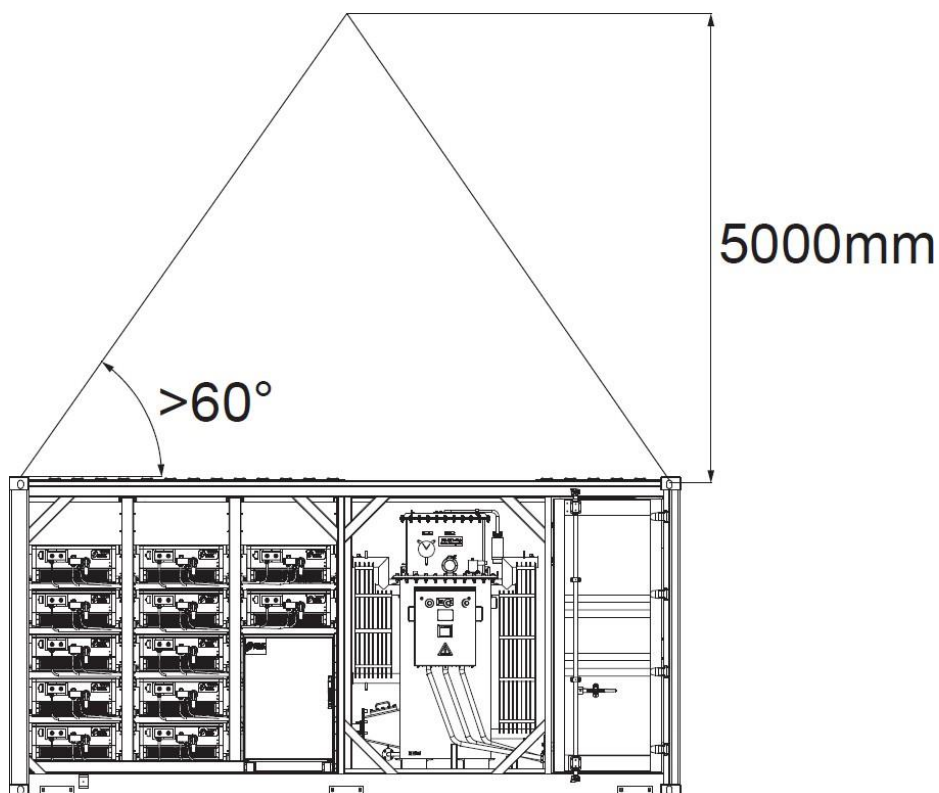

Figura 3-4 Diagrama esquemático de la manipulación con grúa
- El cable de elevación utilizado tiene una capacidad de carga de más de 10 toneladas y una longitud de más de 6,5 metros. Se utilizan 4 cables de elevación para levantar las 4 esquinas. El ángulo entre el cable de elevación y el equipo no debe ser inferior a 60° (Figura 3-4), y la capacidad de carga total no debe ser inferior a 40 toneladas.